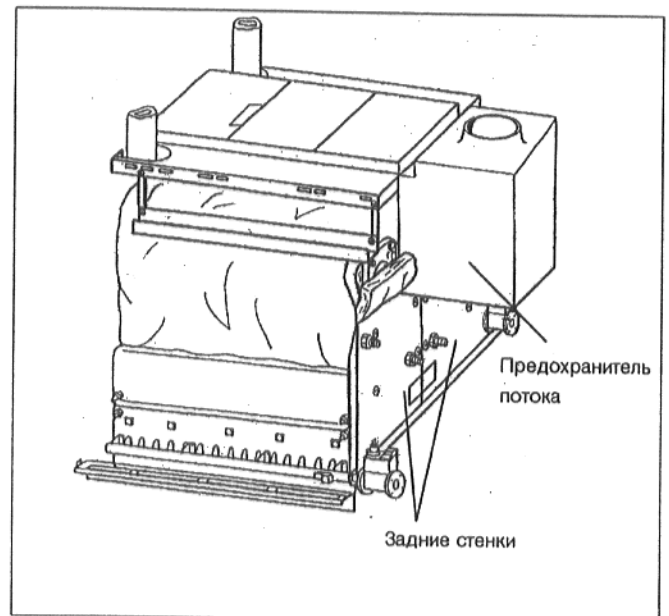

Рис. 34
- Привинтить две задних стенки посредством самонарезных винтов (по 4 на заднюю стенку) (рис.34).